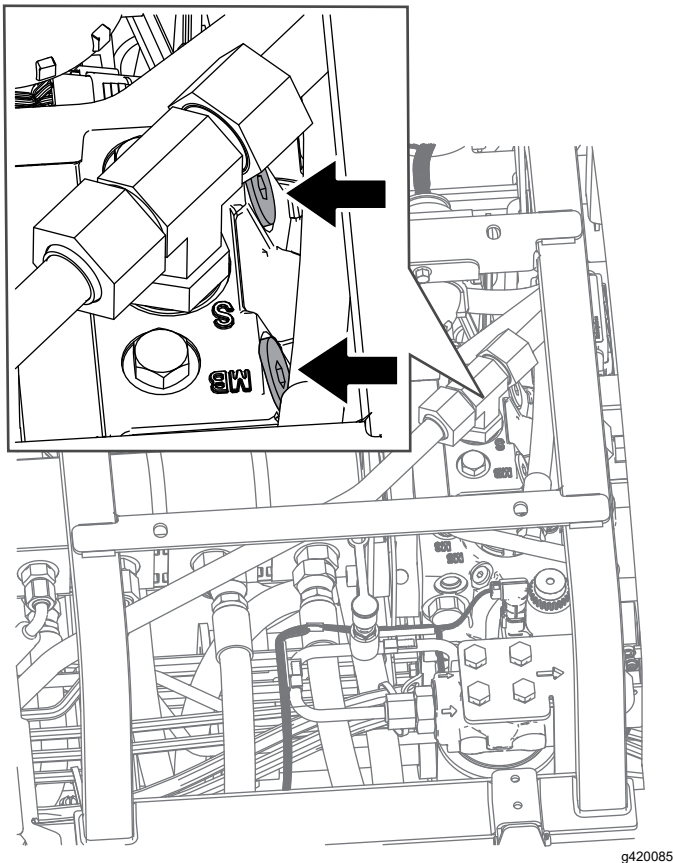

Bild 99
2. Suchen Sie unter dem Sitz das Sicherheitsventil auf der Oberseite des Hydrostatikantriebs (**Bild 99**).